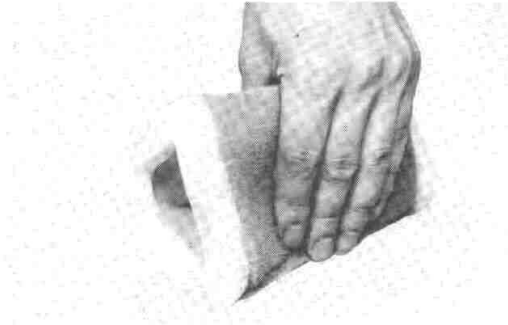

Fig. 2-3-6
4. Squeeze excess solvent out of element and dry. (Fig. 2-3-6)
4. Éliminez l'excès de solvant en l'exprimant hors de l'élément et séchez-le. (Fig. 2-3-6)